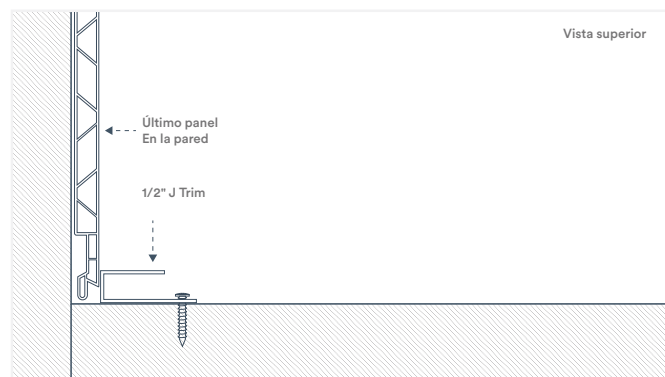

Fig. 15
9. Después de haber instalado el último panel en la pared, coloque la siguiente pieza de moldura de esquina directamente al lado de ese panel con el canal orientado en dirección opuesta a los paneles, asegurándose de que quede bien ajustada a la esquina y luego fíjela a la pared (Fig. 15).